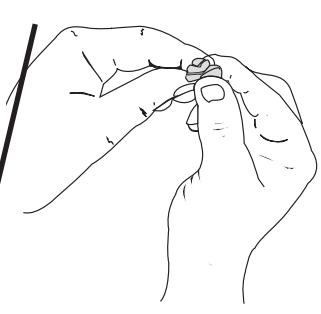

Fig. 40
- Pressez le filtre pour répartir et drainer l'excédent d'huile (Fig. 40).